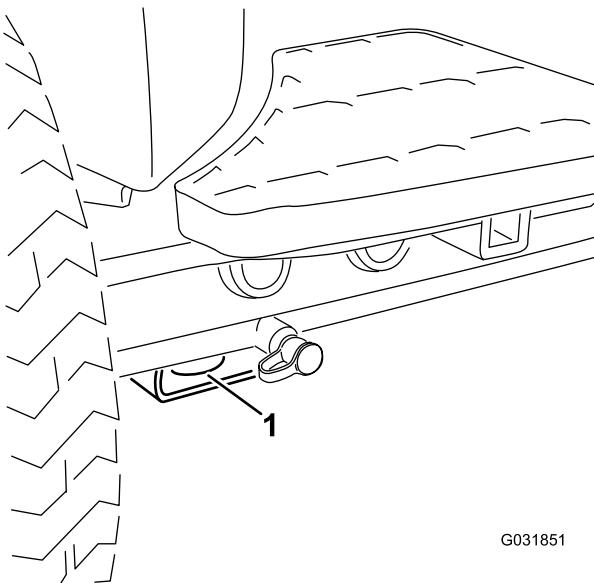

Рисунок 69
- В передней части – используйте отверстие в прямоугольной подкладке под трубой моста внутри каждого переднего колеса (Рисунок 69)